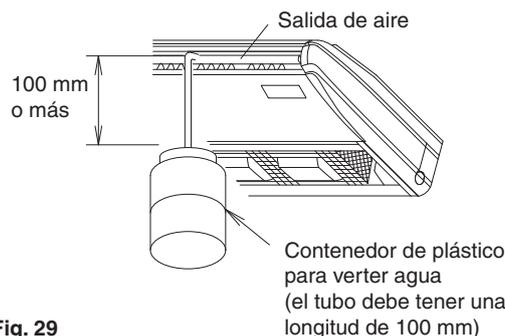

Fig. 29
(2) Una vez finalizada la instalación de la tubería, verifique que el drenaje fluya sin problema.
- Vierta gradualmente 0,6 litros de agua en la bandeja de drenaje, desde la salida de aire, para confirmar que el drenaje funcione correctamente. **(Refiérase a la Fig. 29)**